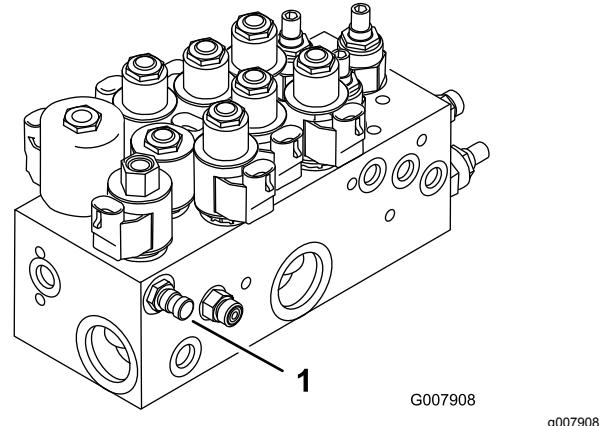

Figura 75
1. A porta de teste A (Figura 75) é utilizada para ajudar na resolução de problemas no circuito hidráulico dos cilindros de elevação.